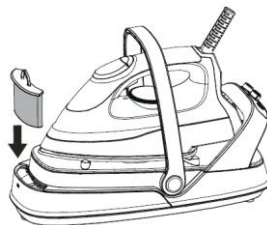

Fig. 9
4. Posizionare il filtro anticalcare **3** nel foro del serbatoio dell'acqua (Fig.9).